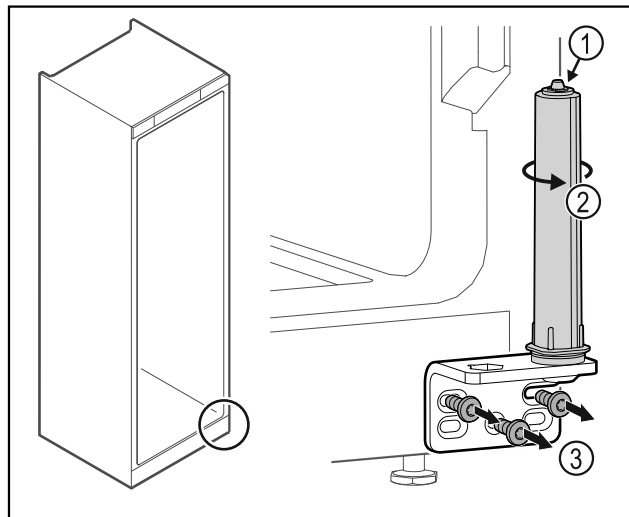

Fig. 38
- No desensamblar el sistema de cierre de la puerta Fig. 38 (1).
- Girar el sistema de cierre Fig. 38 (2) hasta que haga clic.
- Desatornillar la escuadra de bisagra Fig. 38 (3).